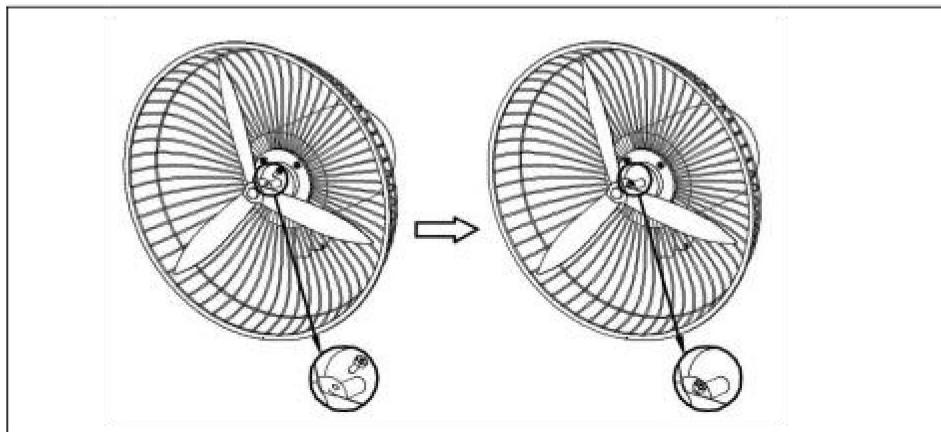

Fig.6.
2). Installare la pala della ventola (14) sull'albero del motore, quindi bloccare la vite della pala (16). Vedere la (Fig.6.)